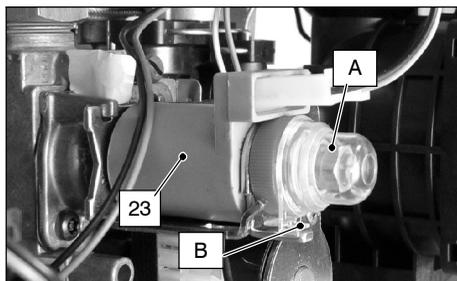

fig. 7.1
- 6 Rimuovere il cappuccio di protezione "A" dell'operatore modulante 23 in fig. 7.1 ruotandolo in senso orario per liberarlo dal fermo "B" e facendo leva con un cacciavite piatto nella scanalatura.
12 Rimontare il cappuccio di protezione "A" fig. 7.1